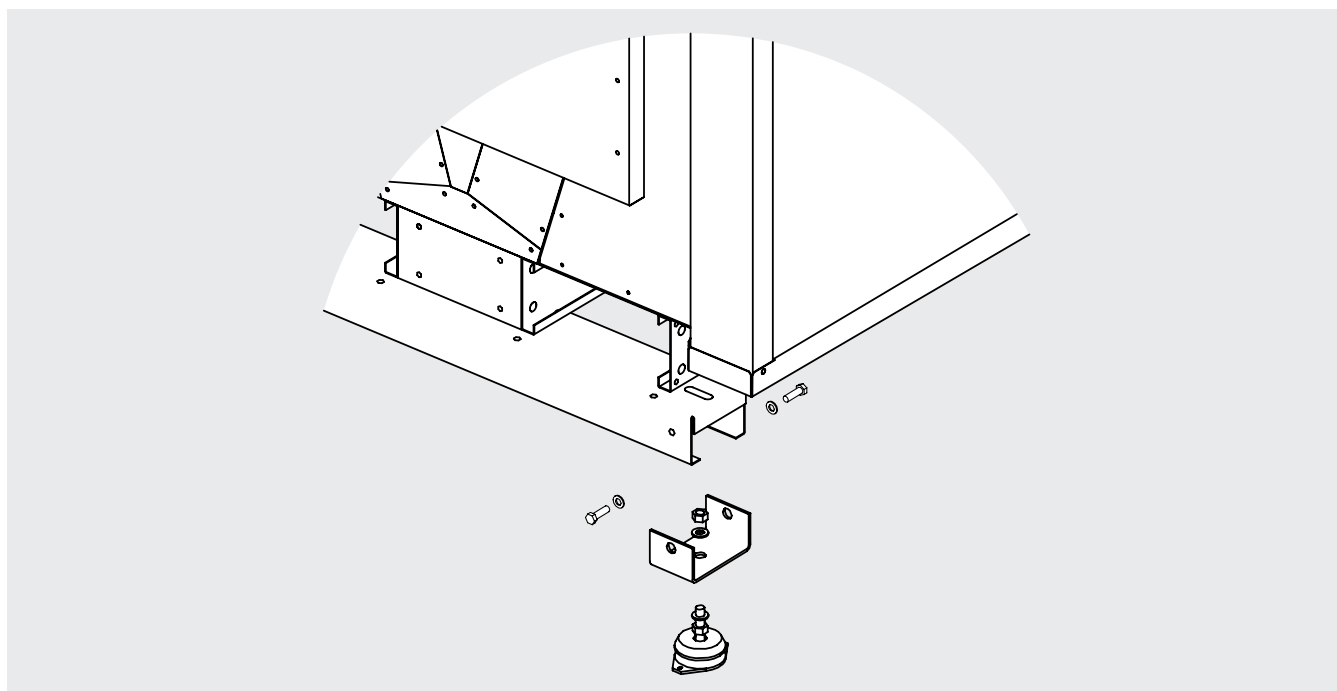

Abbildung 8
- 6.5 Das Gerät muss fest mit dem Untergrund verankert sein, nutzen Sie alle Befestigungspunkte. Um eine Geräuschübertragung zu verhindern, verwenden Sie ggf. Stoßdämpfer. Siehe Abbildung 8.